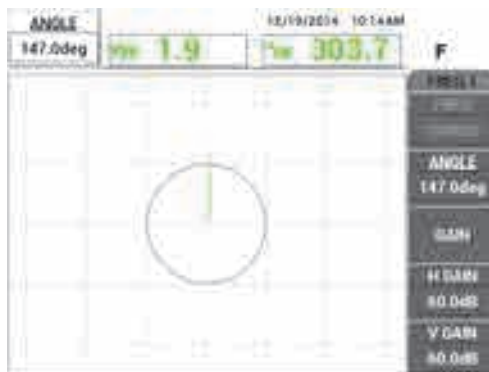

Рис. 5-34 Сигнал риски в вертикальном положении
4. Нажмите клавишу ANGLE () , с помощью ручки установите сигнал в вертикальное положение (см. Рис. 5-34 на стр. 151).